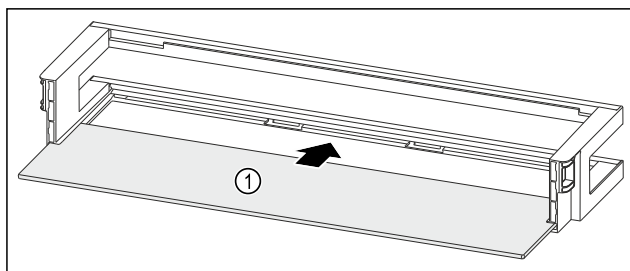

Fig. 253 Ajtópolc tárolólappal
- ▶ Tolja be a tárolólapot Fig. 253 (1) az oldalsó bemarásokba.